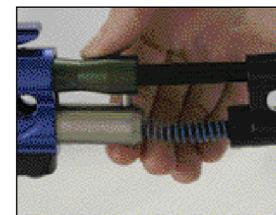

Figura 12 Tome el conjunto.
5. Cuando se haya sacado más o menos la mitad del conjunto cerrojo y percutor, tómelo con una mano y continúe sosteniéndolo todo junto mientras lo termina de sacar de la marcadora. Ver Figura 12.